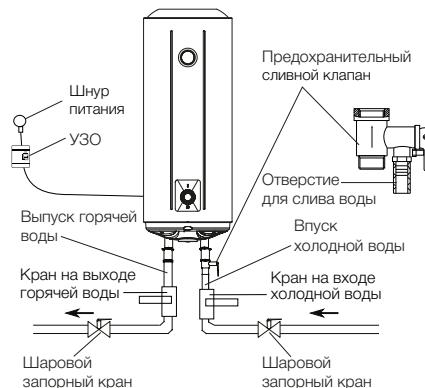

Рис. 4
3. Предохранительный обратный клапан следует устанавливать в месте входа воды (см. рис. 4). 4. При первом использовании водонагревателя (или при первом использовании после технического обслуживания или чистки) не следует включать питание водонагревателя до полного заполнения водой. Во время заполнения бака водонагревателя следует открыть кран горячей воды для спуска воздуха. Как только бак наполнится водой и из крана потечет вода, кран можно закрыть.